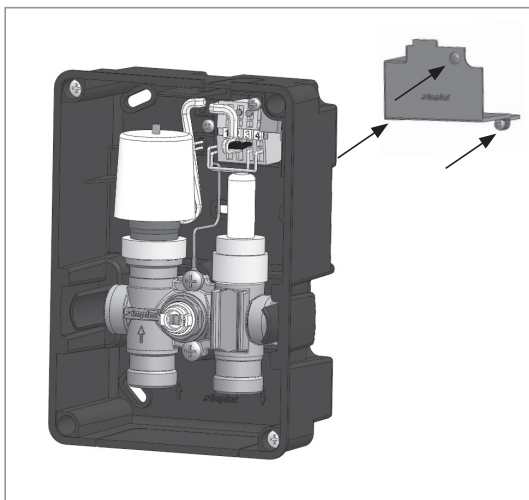

Abb.7: Spritzschutz entfernen
**Zur raumtemperaturabhängigen Regelung kann jedes handelsübliche Thermostat mit 230 V Schaltausgang für einen elektrothermischen Stellantrieb verwendet werden.** Die Installation des Raumthermostats ist entsprechend der Angaben des jeweiligen Herstellers durchzuführen. Hierzu Spritzschutz für die Anschlussklemme in der Box entfernen (siehe Abb. 7).